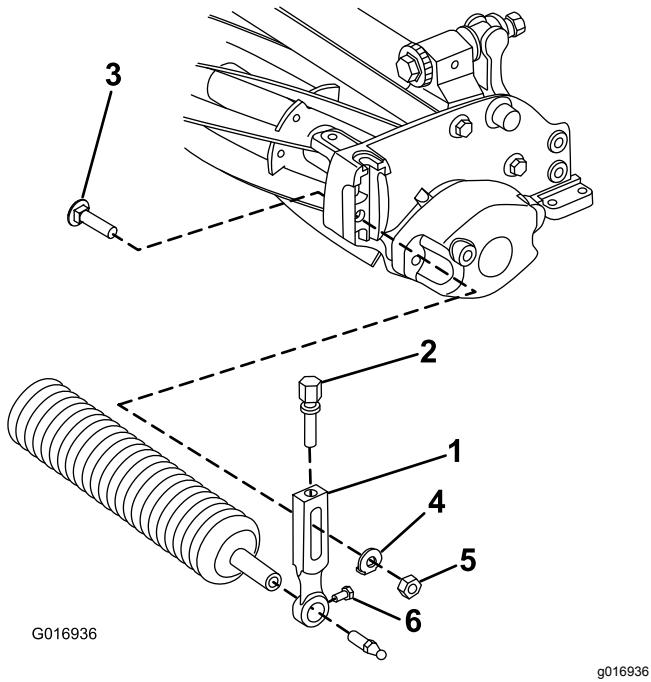

Рисунок 3
- Снимите несущий болт, шайбу и гайку с буртиком, которые крепят один из рычагов высоты скашивания к боковой плите режущего блока (Рисунок 3).